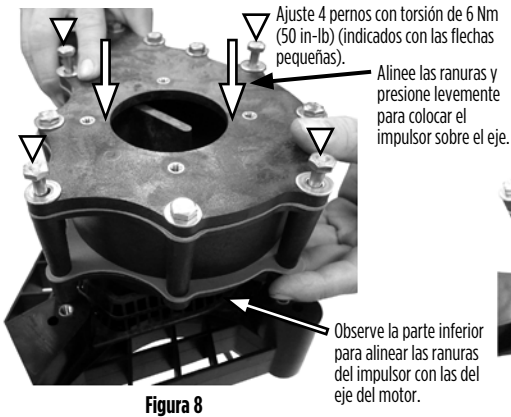

Figura 8
- Alinee las ranuras del impulsor con las del eje del motor (Figuras 6 y 7) y presione toda la unidad sobre el eje del motor (luego de la activación, el impulsor se asentará en la posición correcta sobre el eje del motor) (Figura 8).
- Gire el cabezal de la bomba levemente para alinear cuatro pernos de $\frac{1}{4}$ -20 x $3\text{-}3/4$ " con los orificios en el soporte del motor. Ajuste los cuatro pernos de manera alterna, aplicando a cada uno un par de torsión de 6 Nm (50 in-lb) (Figura 8).
- a. Afloje los cuatro pernos que sujetan el cabezal de la bomba al soporte del motor (Figura 8).